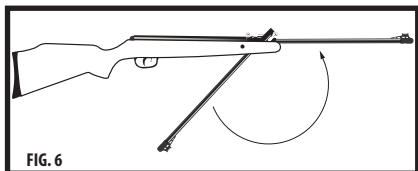

FIG. 6
2. Riportare la canna nella sua posizione originale spingendola su finché non si blocca (**Fig. 6**).